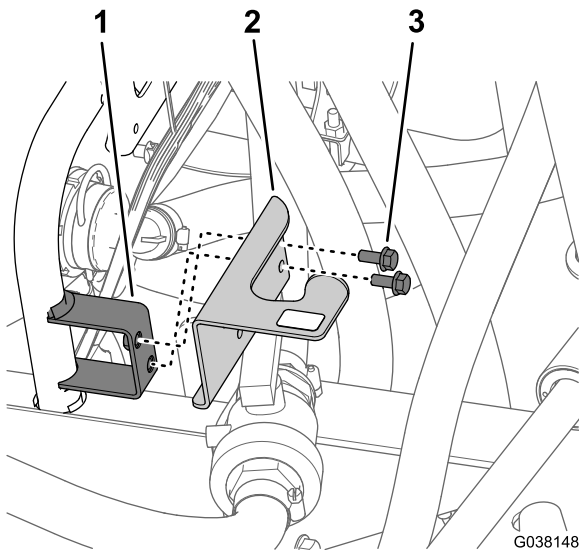

Figure 22
2. Retirez les 2 boulons à embase (5/16" x 3/4") qui fixent la patte de fixation du régulateur de débit au support du régulateur, et déposez la patte de fixation (Figure 22).